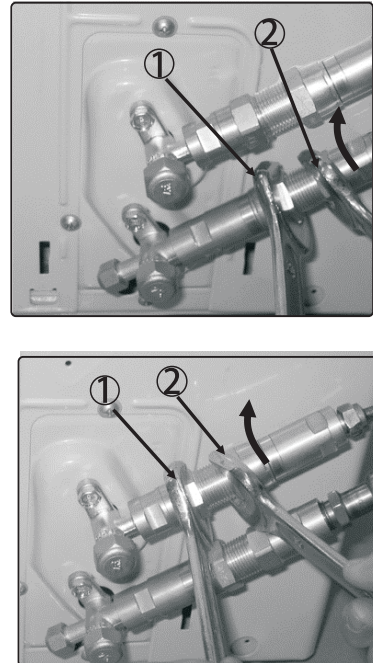

Abb. 6.4
4. Ziehen Sie nun zuerst die untere Verschraubung und dann die obere Verschraubung unter Verwendung zweier Rollgabelschlüssel bzw. passender Gabelschlüssel fest. Halten Sie die mit „①“ gekennzeichneten Stellen mit einem Rollgabelschlüssel fest und nehmen Sie einen weiteren Rollgabelschlüssel (bzw. einen Gabelschlüssel, der für die Abmessungen der Verschraubungen geeignet ist) zur Hand, um die Muttern nur an den mit „②“ gekennzeichneten Stellen festzuziehen (siehe Abb. 6.4).